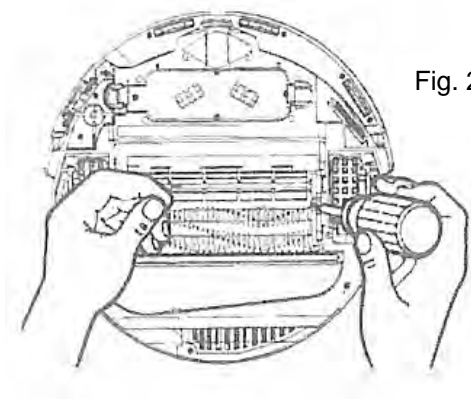

Fig. 2
2. Utilisez un tournevis cruciforme pour dévisser la vis de fixation du support des brosses – cette vis est située entre la brosse principale et la brosse caoutchouc, à l'extrémité des brosses (Fig. 2).